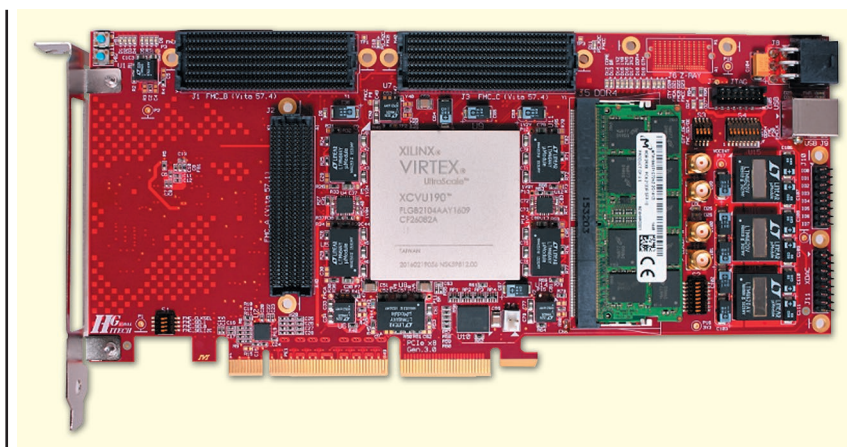

Рис. 7. Зовнішній вигляд платформи HTG-VKU-PCIE-095
- адаптер живлення 12 В/8 А для автономної роботи (рис. 7).